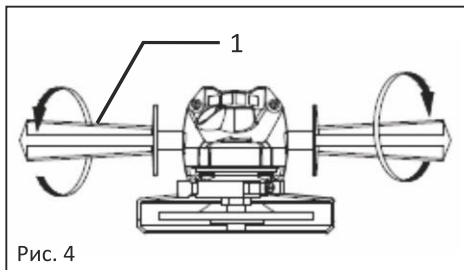

Рис. 4
**Внимание!** Перед работой всегда проверяйте надежность крепления боковой рукоятки. Прочно закрепите боковую рукоятку (рис. 4 и 5, поз. 1) на месте, поворачивая ее по часовой стрелке. Для моделей МШУ 1412 и МШУ 1415 боковая рукоятка может быть установлена в двух положениях. Для модели МШУ 2523 боковая рукоятка может быть установлена в трех положениях.